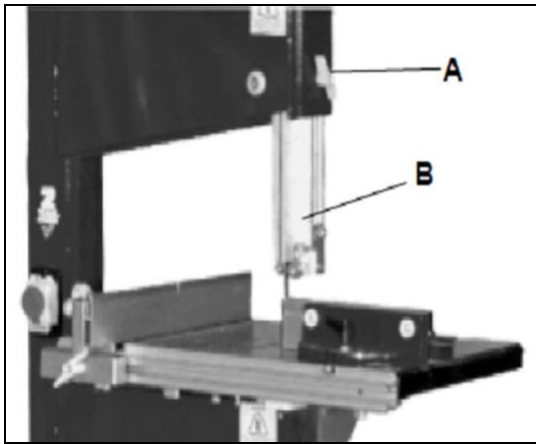

Fig 17
Pour ajuster la hauteur de coupe, desserrer l'écrou papillon (A, Fig 17) et faire jouer le guide supérieur et le cache du ruban (B).